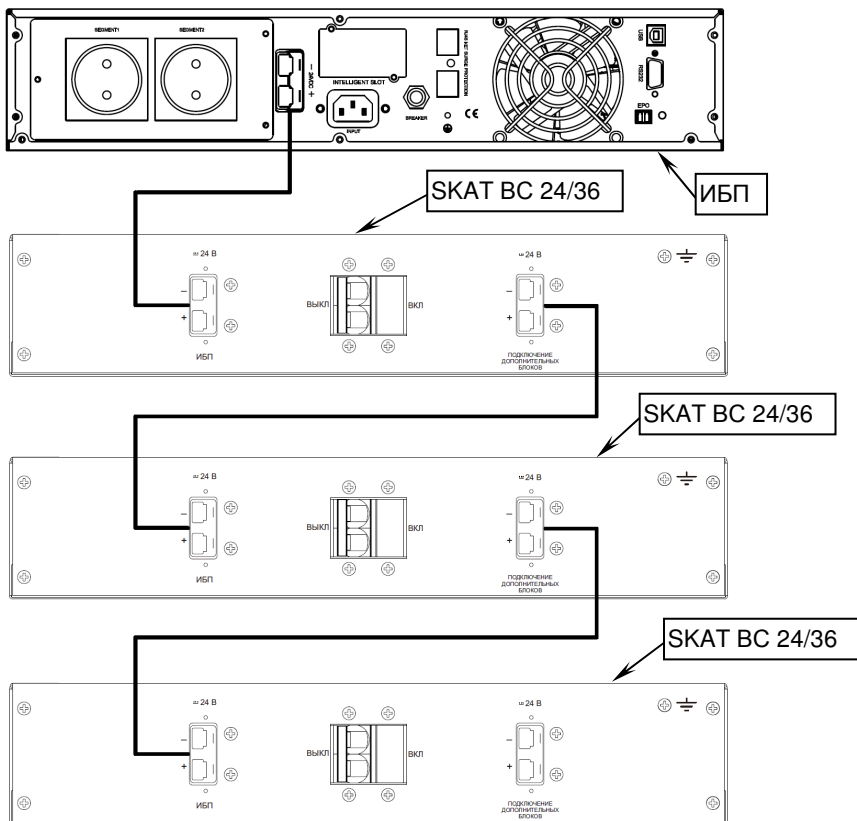

Рисунок 5 — Подключение ИБП и дополнительных батарейных блоков
- соедините кабелем (входит в комплект поставки) разъем изделия с маркировкой «ИБП» с разъемом для подключения аккумуляторной батареи источника бесперебойного питания (см. рисунок 5);
- при необходимости подключить более одного батарейного блока, каждый последующий батарейный блок подключается к предыдущему по схеме подключения первого блока к ИБП. Подключение каждого дополнительного батарейного блока осуществляется кабелем, входящим в его комплект поставки (см. рисунок 5).